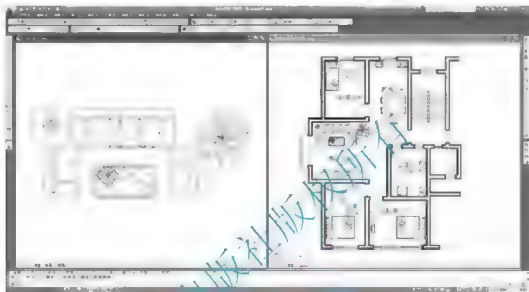

图 3.131 将图形拖到新窗口中
(3) 将十字光标放到任意一条虚线上(注意不能放在蓝色夹点上), 按住鼠标左键慢慢移动光标, 会发现所选择的家具图形随之移动。
(4) 继续按住鼠标左键并将图形放到新窗口中, 然后释放鼠标, 这时选择的家具图形被复制到新的图形中, 如图 3.131 所示。